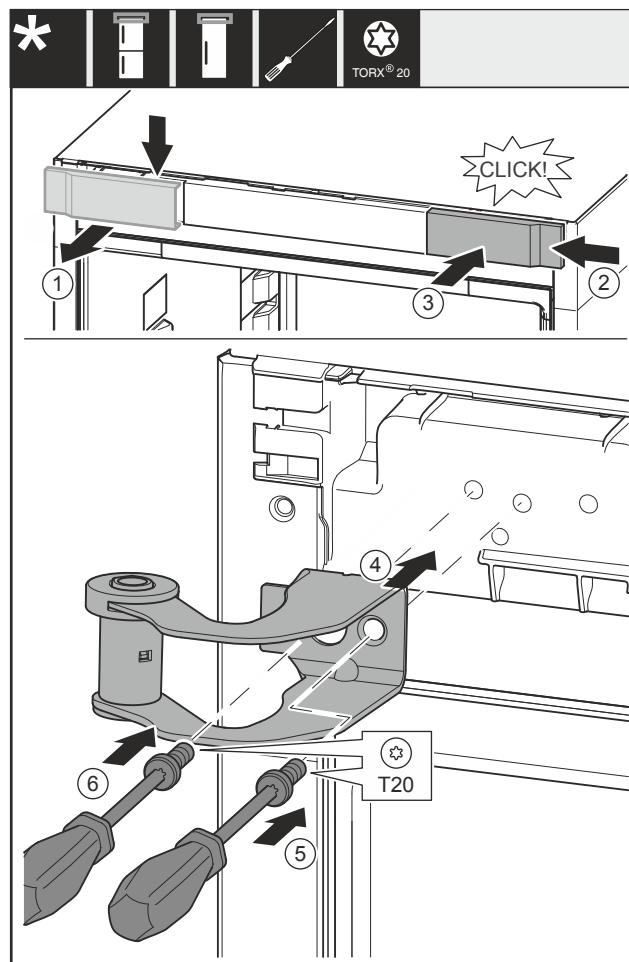

Fig. 11
- Rimuovere la copertura Fig. 11 (1) dall'alto in avanti.
- Agganciare da destra la copertura Fig. 11 (2) ruotata di 180° sull'altro lato.
- Innestare la copertura Fig. 11 (3).
- Applicare la staffa di supporto superiore Fig. 11 (4).
- Stringere la vite Fig. 11 (5).
- Stringere la vite Fig. 11 (6).